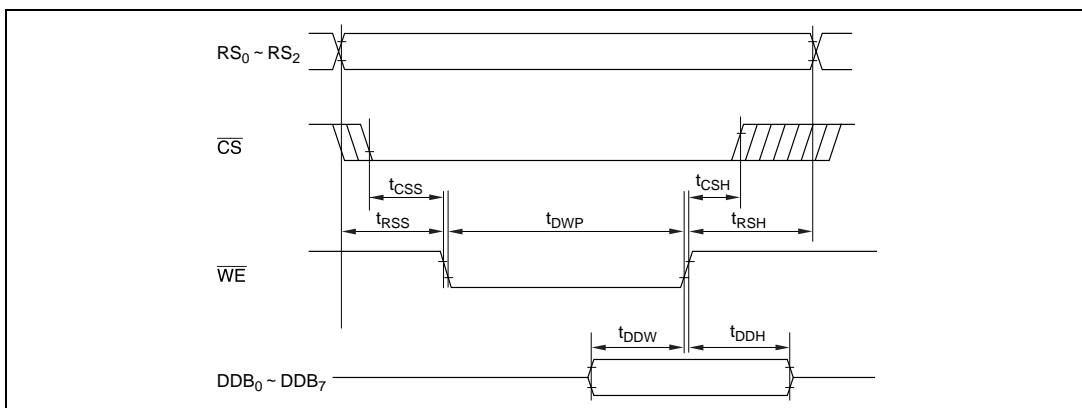
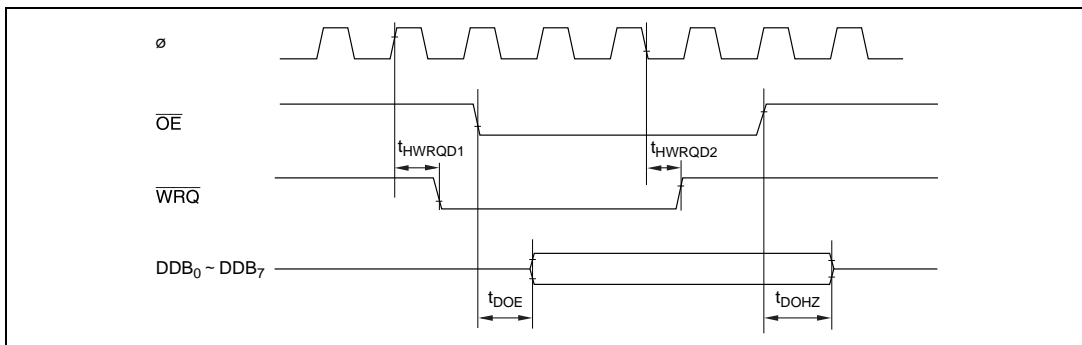

図 19.19 DPRAM ライトタイミング
図 19.24 ハンドシェイク送信タイミング
19.3.8 DPRAM タイミング	図 19.19 ~ 図 19.24